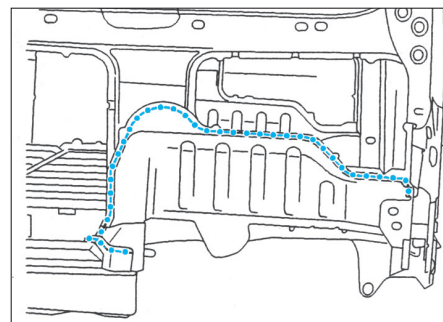

FIG. 143
- Préparer les bords d'accostage (Fig.143).